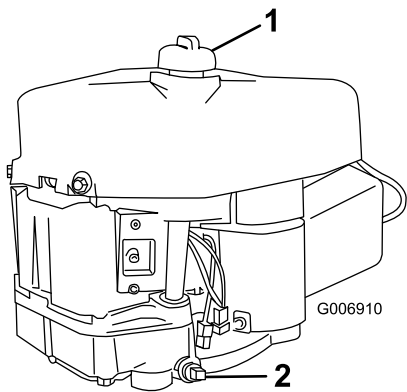

Figure 17
- Placez un bac de vidange sous le bouchon de vidange et retirez ce dernier (Figure 17).
- Versez lentement environ 80 % de la quantité d'huile spécifiée dans le trou de remplissage (Figure 17). Vérifiez le niveau d'huile (voir 4 et 5 dans Contrôle du niveau d'huile).
6. Versez lentement environ 80 % de la quantité d'huile spécifiée dans l'orifice de remplissage (Figure 17). Vérifiez le niveau d'huile (voir 7 et 8 dans Contrôle du niveau d'huile).